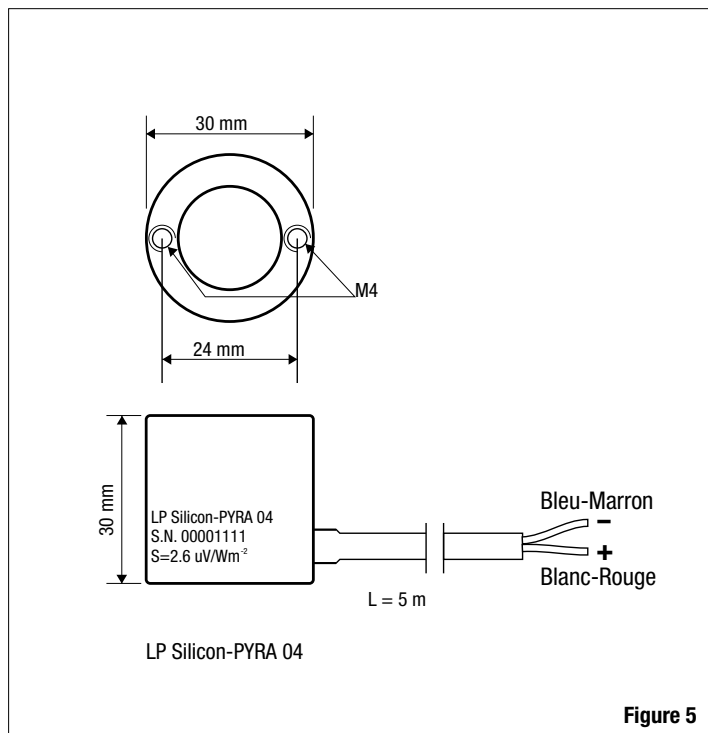

Figure 5
- LP Silicon-PYRA 04 avec câble fixe 5m et fils ouverts à l'extrémité (Figure 5), sortie signal typique $20 \mu V/(W/m^2)$.
LP Silicon-PYRA 04 peut être employé à l'extérieur pendant des longues périodes. La sonde peut être fixée par moyen de deux trous filetés M4 qui se trouvent sur la base (Figure 5) ou à travers le niveleur avec base LP BL.